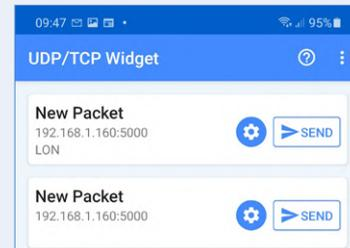

Bild 9. Klicken Sie auf SEND, um den Befehl zu übertragen.
- Klicken Sie nun auf *SEND* (**Bild 9**), um den Befehl an den Raspberry Pi Pico zu senden. Sie sollten die Meldung *Packet Sent* am oberen Rand Ihres Android-Bildschirms vorübergehend angezeigt sehen.